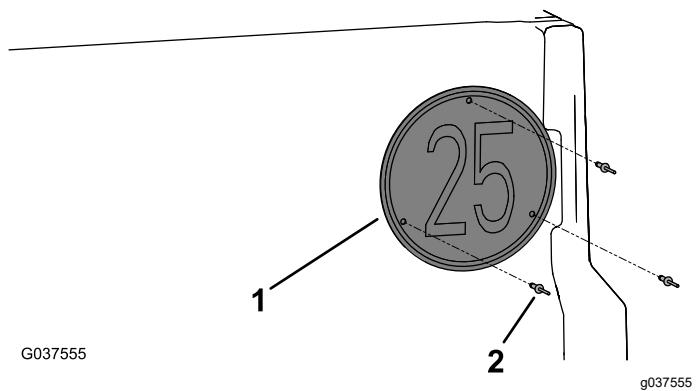

Figura 18
- Instale la placa de velocidad en el portón trasero con 3 remaches ciegos (3/16" x 15/16"), como se muestra en la Figura 18.